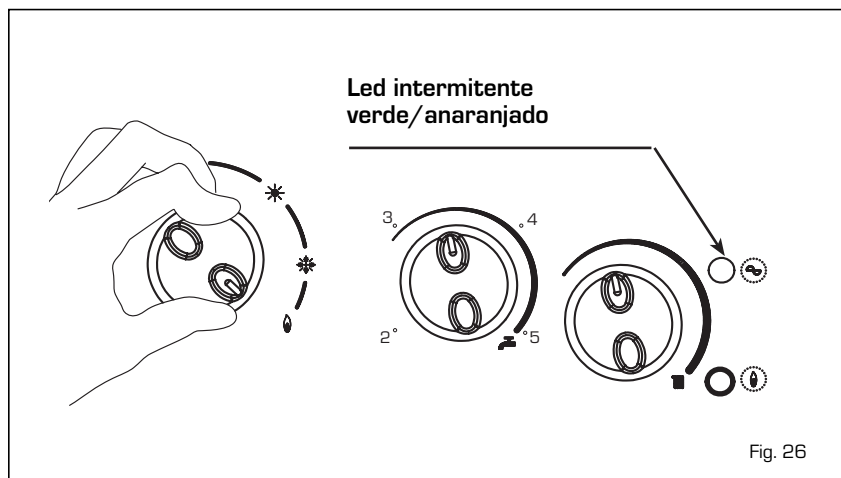

Fig. 26
4.6.2 Función deshollinador (fig. 26)